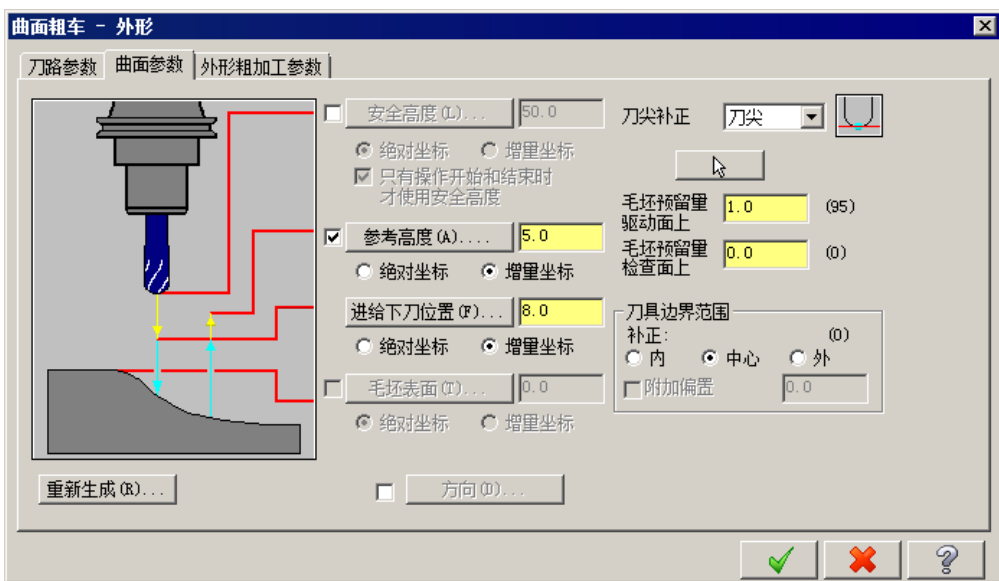

图 10.2.13 “曲面参数”选项卡
(1) 完成上步操作后，在“曲面粗车-外形”对话框 **刀路参数** 选项卡的列表框中显示出上步选取的刀具，双击该刀具，系统弹出“定义刀具”对话框。
(2) 设置刀具号。在“定义刀具”对话框的 **刀具编号** 文本框中将原有的数值改为 2。
(3) 设置刀具的加工参数。在“定义刀具”对话框的 **下切速率** 文本框中输入值 1000.0，在 **提刀速率** 文本框中输入值 1000.0，在 **主轴转速** 文本框中输入值 1000.0。
(4) 设置冷却方式。单击 **冷却液** 按钮，系统弹出“冷却液”对话框，在 **Flood**（切削液）下拉列表中选择 **On** 选项，单击该对话框中的 **确定** 按钮，关闭“冷却液”对话框。
Step7. 设置曲面参数。在“曲面粗车-外形”对话框中单击 **曲面参数** 选项卡，设置图 10.2.13 所示的参数。